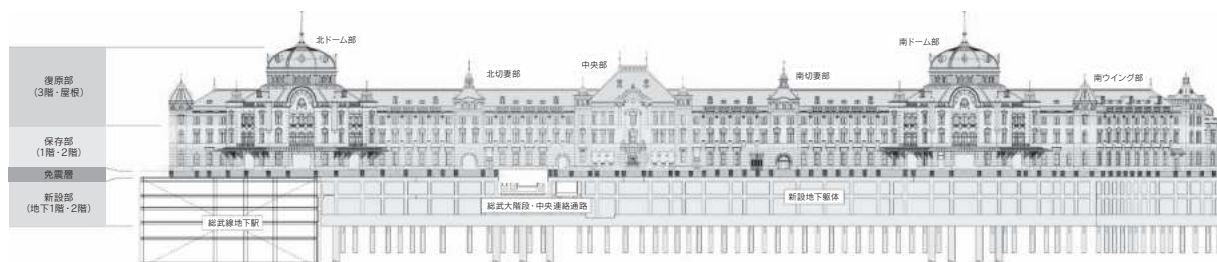

図2 丸の内駅舎保存・復原範囲
- ・現役の建物としての機能を継承し、安全性と機能性の向上を図りながら恒久的に活用する必要性から「南北ドームと中央以外の切妻部分は、利用方針を尊重し構造補強方法を考慮しながら、可能な範囲で保存する」。(図2)